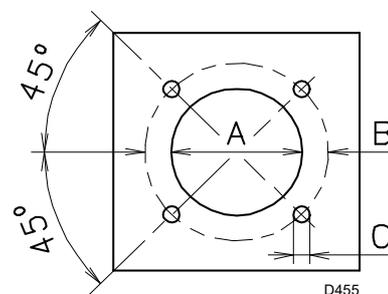

Abb. 11
Bebohren Sie die Abdeckplatte der Brennkammer wie aus Abb. 11 ersichtlich. Die Lage der Gewindebohrungen kann mit Hilfe des Wärmeschildes, das dem Brenner beige packt ist, nachvollzogen werden.
- Den gesamten Brenner in das vorher vorbereitete Bohrloch des Heizkessels einpassen, wie in Abb. 11 dargestellt, und mit den beige packten Schrauben befestigen.